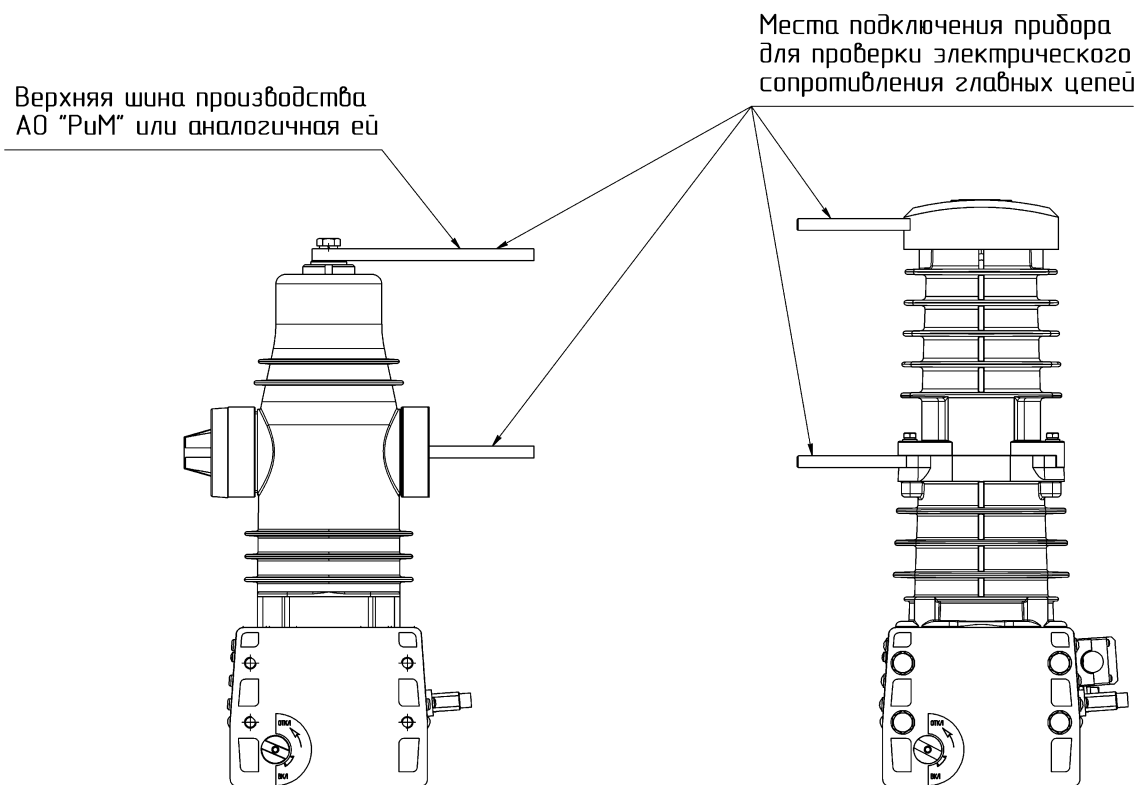

Рисунок 7 – Подключение к полюсам ВВ при проверке электрического сопротивления главных цепей полюсов ВВ
Примечание – Проверку прочности изоляции ВВ исполнений 7ХХ, 8ХХ с полюсами, уменьшенными (односоставными) допускается проводить с установленной верхней шиной производства АО «РиМ» или аналогичной ей (см. рис. 7).
2.2.1.3 Проверку электрического сопротивления главных цепей полюсов ВВ выполняют постоянным или выпрямленным током величиной не менее 50 А, но не более номинального методом вольтметра – амперметра или прибором непосредственного измерения сопротивления (например, микроомметром МКИ–200) между выводами каждого полюса ВВ (см. рис. 7), при замкнутом состоянии главных цепей полюсов ВВ. При этом электрическое сопротивление должно быть не более значений, указанных в таблице 1.